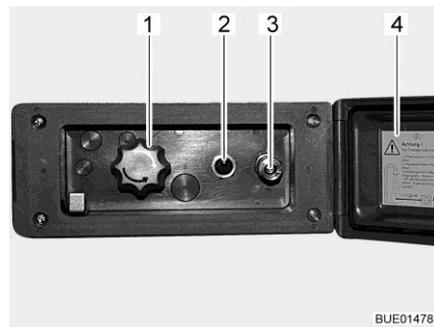

Fig. 86 Conexión de ducha exterior
- Desbloquear y abrir la tapa (Fig. 86,4).
- Conectar la manguera de la ducha exterior al cierre rápido (Fig. 86,3).
- Encender la bomba de agua con el interruptor (Fig. 86,2).
- Ajustar la temperatura del agua con el botón giratorio (Fig. 86,1) según se desee.
- Apagar la bomba de agua con el interruptor (Fig. 86,2).
- Cerrar la tapa (Fig. 86,4) y bloquearla con la llave.
- Poner el botón giratorio (Fig. 86,1) en la posición central.